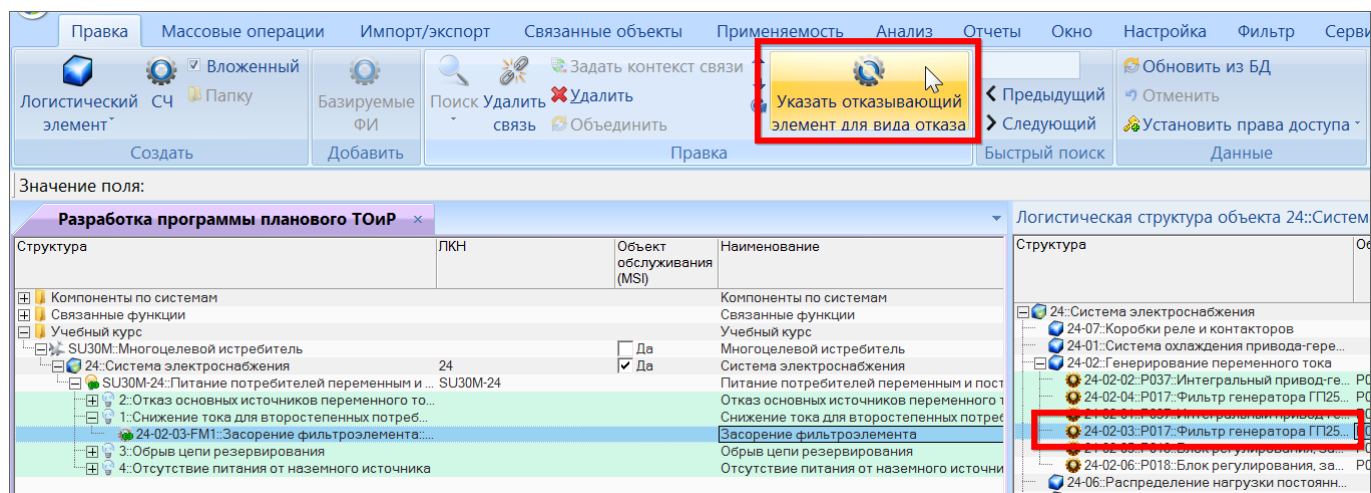

Рис. 11-11 – Выбор отказывающегося элемента ЛСИ
- 5) В результате в правой части экрана откроется связанное окно «Логистическая структура объекта» для элемента MSI. Выбрать в нем отказывающий элемент ЛСИ и нажать кнопку «Указать отказывающий элемент для вида отказа» (рис. 11-11).